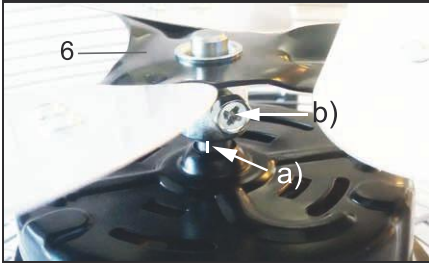

Fig. 109: Монтаж ротора
2. Надвиньте ротор (6) с прокладкой в направлении двигателя на ось. Ротор не должен непосредственно прилегать к двигателю. Между прокладкой и двигателем должен быть явный зазор. См. рис. 109 а).
3. Привинтите ротор с помощью винта, находящегося сбоку на прокладке. См. рис. 109 б).